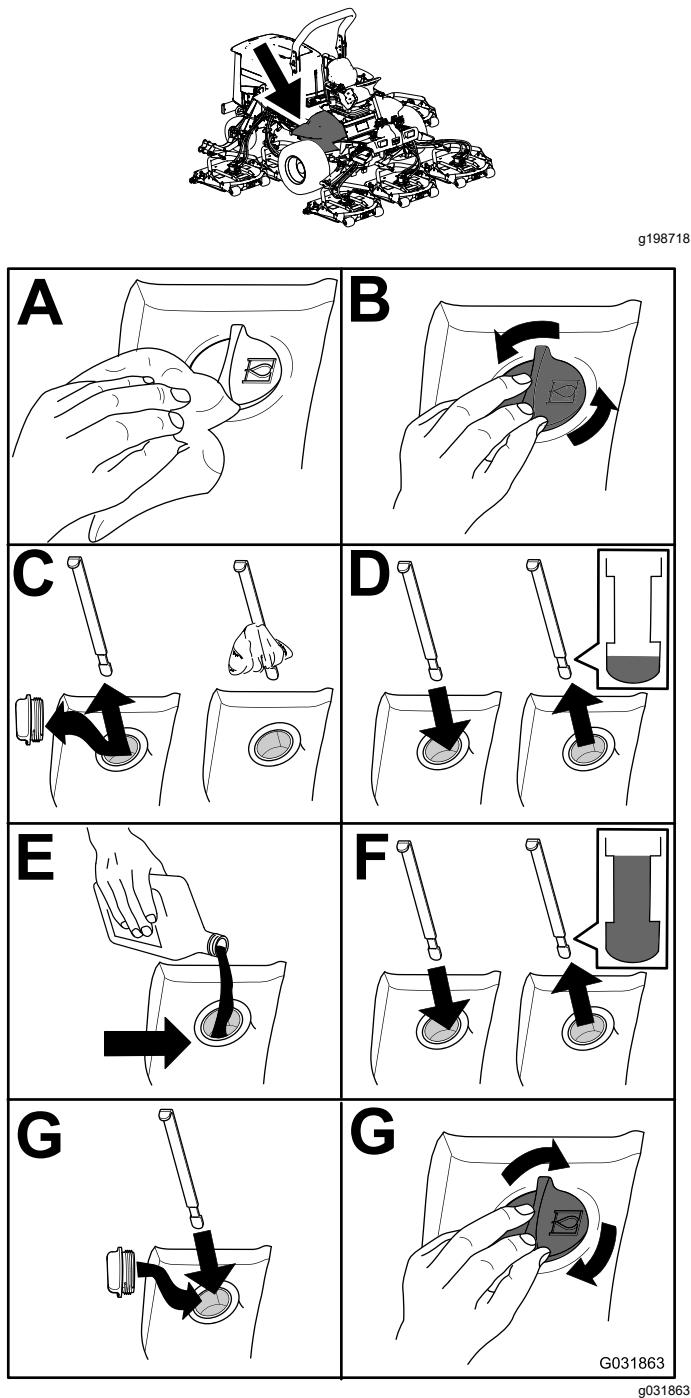

Figura 82
- Zkontrolujte hladinu hydraulické kapaliny (Figura 82).